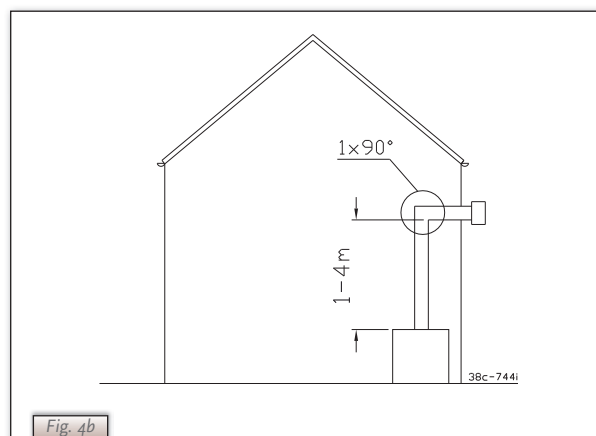

Fig. 4b
a) minimaal 1 meter t/m maximaal 4 meter verticale pijplengte in combinatie met een 90° bocht en een muurdoorvoer (dus geen horizontaal deel; zie Fig. 4b).